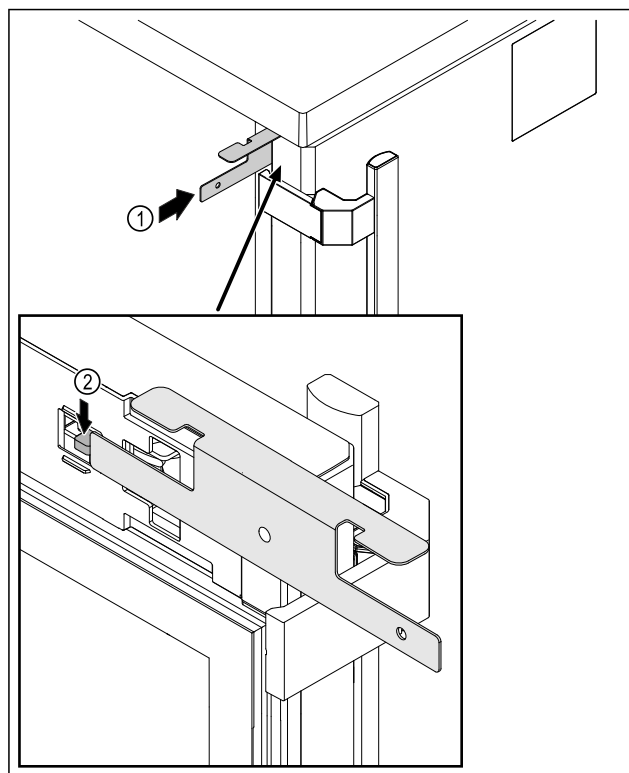

Fig. 221
- Inserire la chiave di sblocco di emergenza Fig. 221 (1) tra la porta e il corpo dell'apparecchio.
- Premere il gancio della serratura Fig. 221 (2) verso la cerniera.